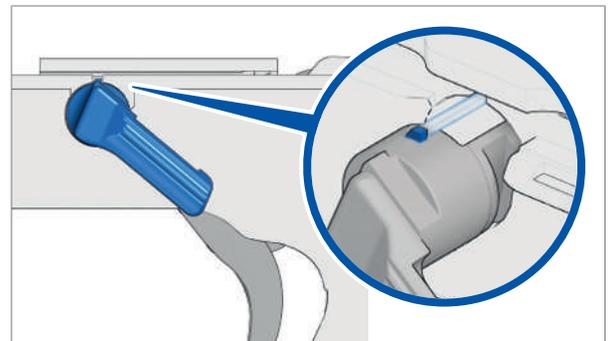

Abb. 63: Demontageposition
- sich der Demontagehebel in der Demontageposition befindet (*Abb. 63*).
3. Demontagehebel in Demontageposition drehen und entnehmen (*Abb. 63*).
5. Demontagehebel in Demontageposition bringen und in das Griffstück einsetzen (*Abb. 63*).